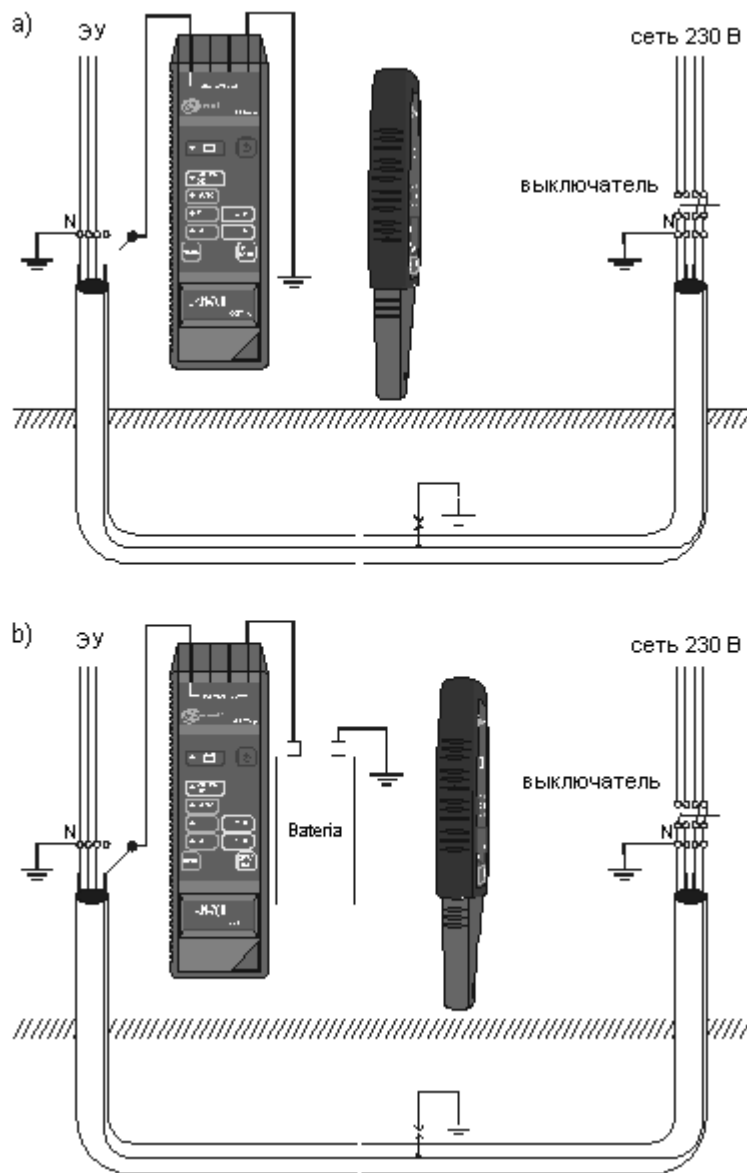

Рис.24 Поиск места пробоя кабеля на землю
- Соединить одно из гнезд **1**, **2** генератора к заземлению, другое – к отключенному фазному проводнику (Рис.24.а);
При большом сопротивлении проводника напряжение, создаваемое генератором, может быть недостаточным для необходимой величины тока: 10 мА, 20 мА или 40 мА (диод **9** „OUTPUT OK” не светится). Нужно между генератором и одним из проводов включить дополнительный источник питания с достаточно высоким напряжением (Рис.24.б) и изменить режим работы генератора на «токовый» „M”. В схеме с рис. 24., а можно также применить «силовой» режим „E”, помня об установлении режима работы приемника «токовый» „M”.